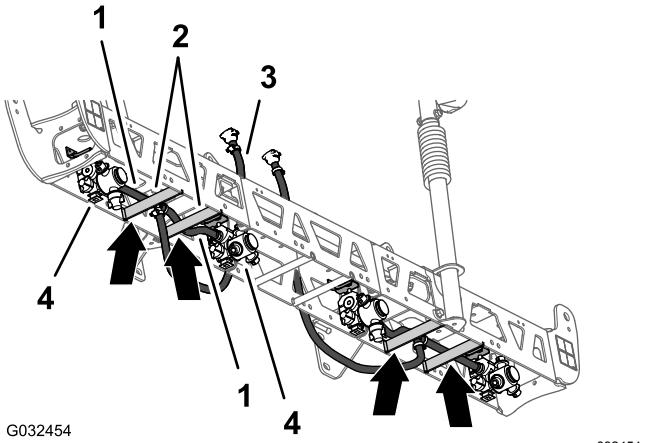
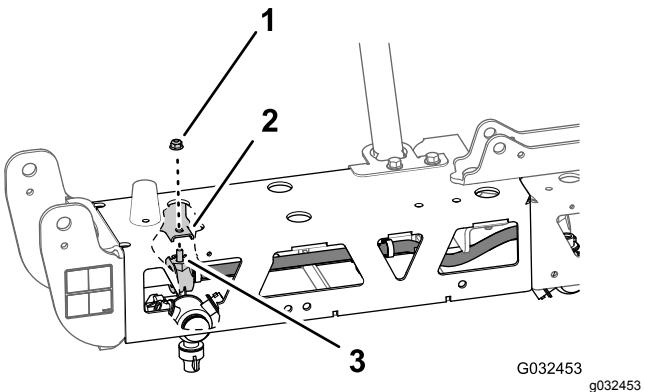

Figura 57
Figura 58
1. Disponete il flessibile da 13 mm e il gruppo dell'ugello tra gli ancoraggi della trave esterna (Figura 57).
2. Disponete il flessibile e l'ugello sopra l'ancoraggio della trave e all'esterno del supporto dell'ugello esterno (Figura 57).
3. Allineate il bullone a testa esagonale (5/16" x 3/4") dell'ugello dell'irroratrice attraverso il foro nel supporto dell'ugello e fissate senza serrare l'ugello al supporto con un dado di bloccaggio flangiato (5/16") del kit di finitura dell'impianto di irrorazione GeoLink (Figura 58).
4. Disponete l'altro flessibile da 13 mm e il gruppo dell'ugello tra gli ancoraggi della trave esterna (Figura 57).
5. Disponete il flessibile e l'ugello sopra l'ancoraggio della trave e all'interno del supporto dell'ugello interno (Figura 57).
6. Allineate il bullone a testa esagonale (5/16" x 3/4") dell'ugello dell'irroratrice attraverso il foro nel supporto dell'ugello (Figura 58) e fissate senza serrare l'ugello al supporto con il dado di bloccaggio flangiato (5/16") rimosso nei passaggi 1 e 4 di Rimozione degli ugelli dell'irroratrice (pagina 25).
8. Disponete il flessibile e l'accoppiatore dentellato da 13 x 810 mm sul lato della sezione di irrorazione centrale con le staffe di supporto di sinistra e destra (Figura 57).
9. Ripetete i passaggi da 1 a 8 per il flessibile e il gruppo dell'ugello sull'altra trave esterna (Figura 57 e Figura 58).